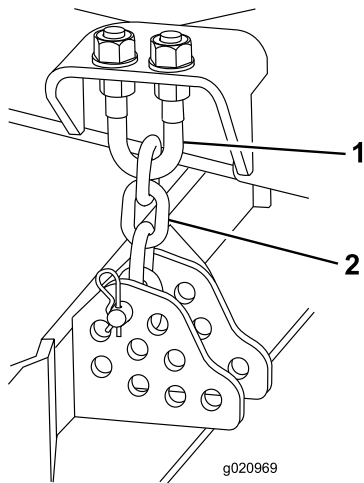

Figure 74
1. Desserrez les écrous de blocage en haut ou en bas de l'étrier fileté de la chaîne de hauteur de coupe (Figure 74).